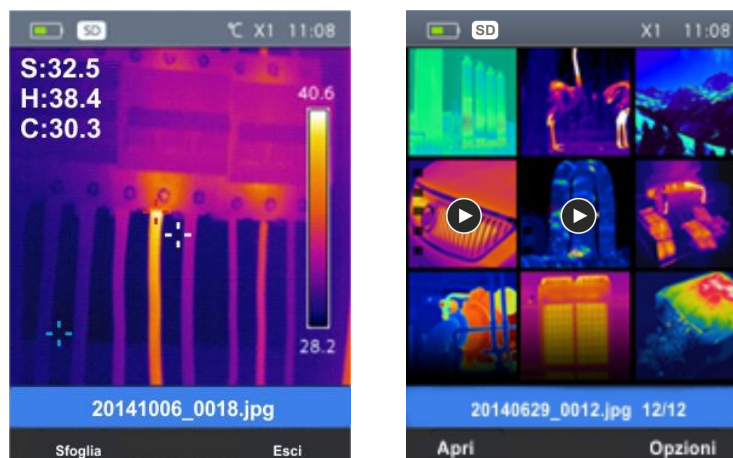

Abb. 26: Bild- und Videoaufruf im Display
1. Drücken Sie die Taste. Das Gerät zeigt das letzte gespeicherte Bild/Video im Display (siehe Abb. 26 – Linker Teil).
3. Drücken Sie "Durchlaufen" für den Zugang zur Galerie der gespeicherten Bilder/Videos (siehe Abb. 26 – Rechte Seite).